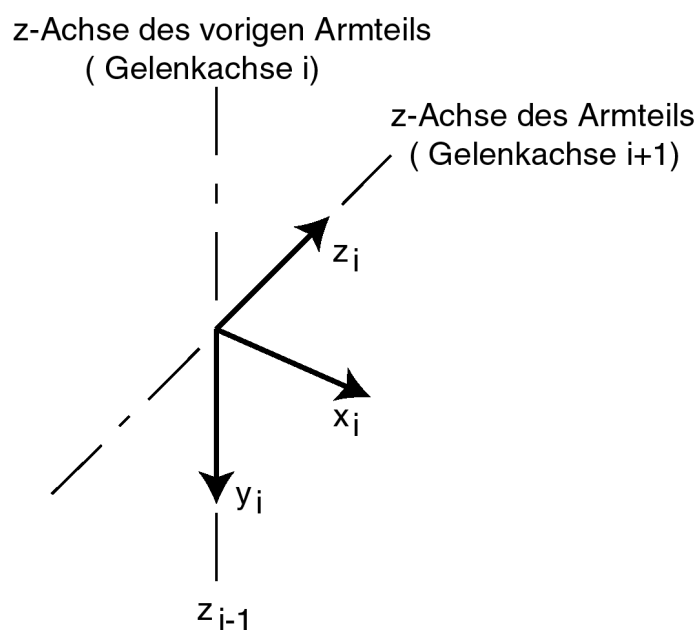

Abbildung 1.3: Die Festlegung des Koordinatensystems wenn die Bewegungsachsen sich schneiden.
2. Wenn die Bewegungsachsen i und $i+1$ sich schneiden, liegt der Ursprung von K_i im Schnittpunkt der Achsen. Die z_i -Achse liegt in der Bewegungsachse $i+1$, die x_i -Achse wird senkrecht zu beiden Achsen (parallel oder antiparallel zum Vektor des Kreuzproduktes $z_i \times z_{i-1}$), zu z_{i+1} weisend, gelegt. Die y_i -Achse wird so gelegt, dass sich ein Rechtssystem ergibt. (Abb. 1.3)